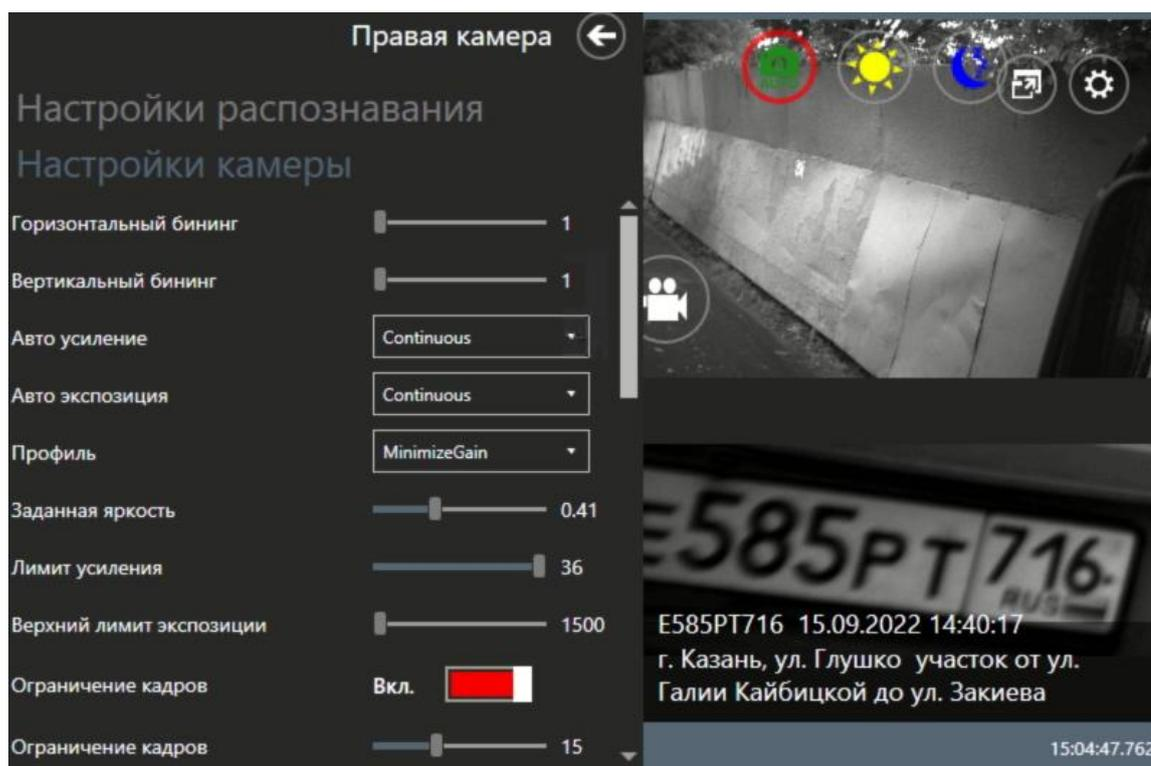

Рис. 10 Вкладка настроек камеры
6.1.2 На вкладке настроек камеры (см. рис.10) содержатся параметры: